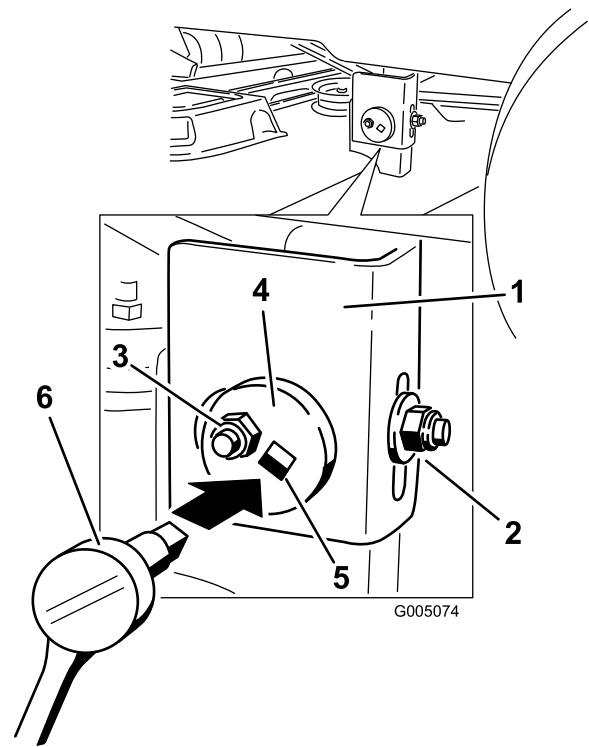

Figura 40
7. En el lado izquierdo de la máquina. Afloje, pero no retire, la tuerca de bloqueo trasera de la barra de soporte (Figura 40).
8. Afloje la tuerca de bloqueo lateral de la barra de soporte lo suficiente para permitir ajustar la placa excéntrica (Figura 40). Utilice una llave de extensión de 3/8 pulgada de una llave de tubo para manipular la placa excéntrica. Utilice la llave para ajustar la altura de la plataforma del cortacésped a la altura deseada.
9. Cuando la plataforma esté en la posición deseada, apriete la tuerca de bloqueo lateral de la barra de soporte para fijar la posición nueva (Figura 40).